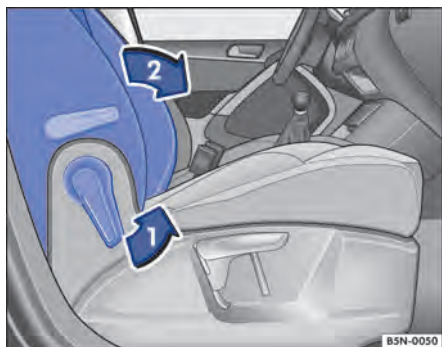

Fig. 58 Rebater o encosto do banco do passageiro dianteiro para frente.
- Destruver o encosto do banco do passageiro dianteiro no sentido da seta ⇒ Fig. 58 ①.
- Rebater o encosto do banco do passageiro dianteiro para frente no sentido da seta ② na posição horizontal.